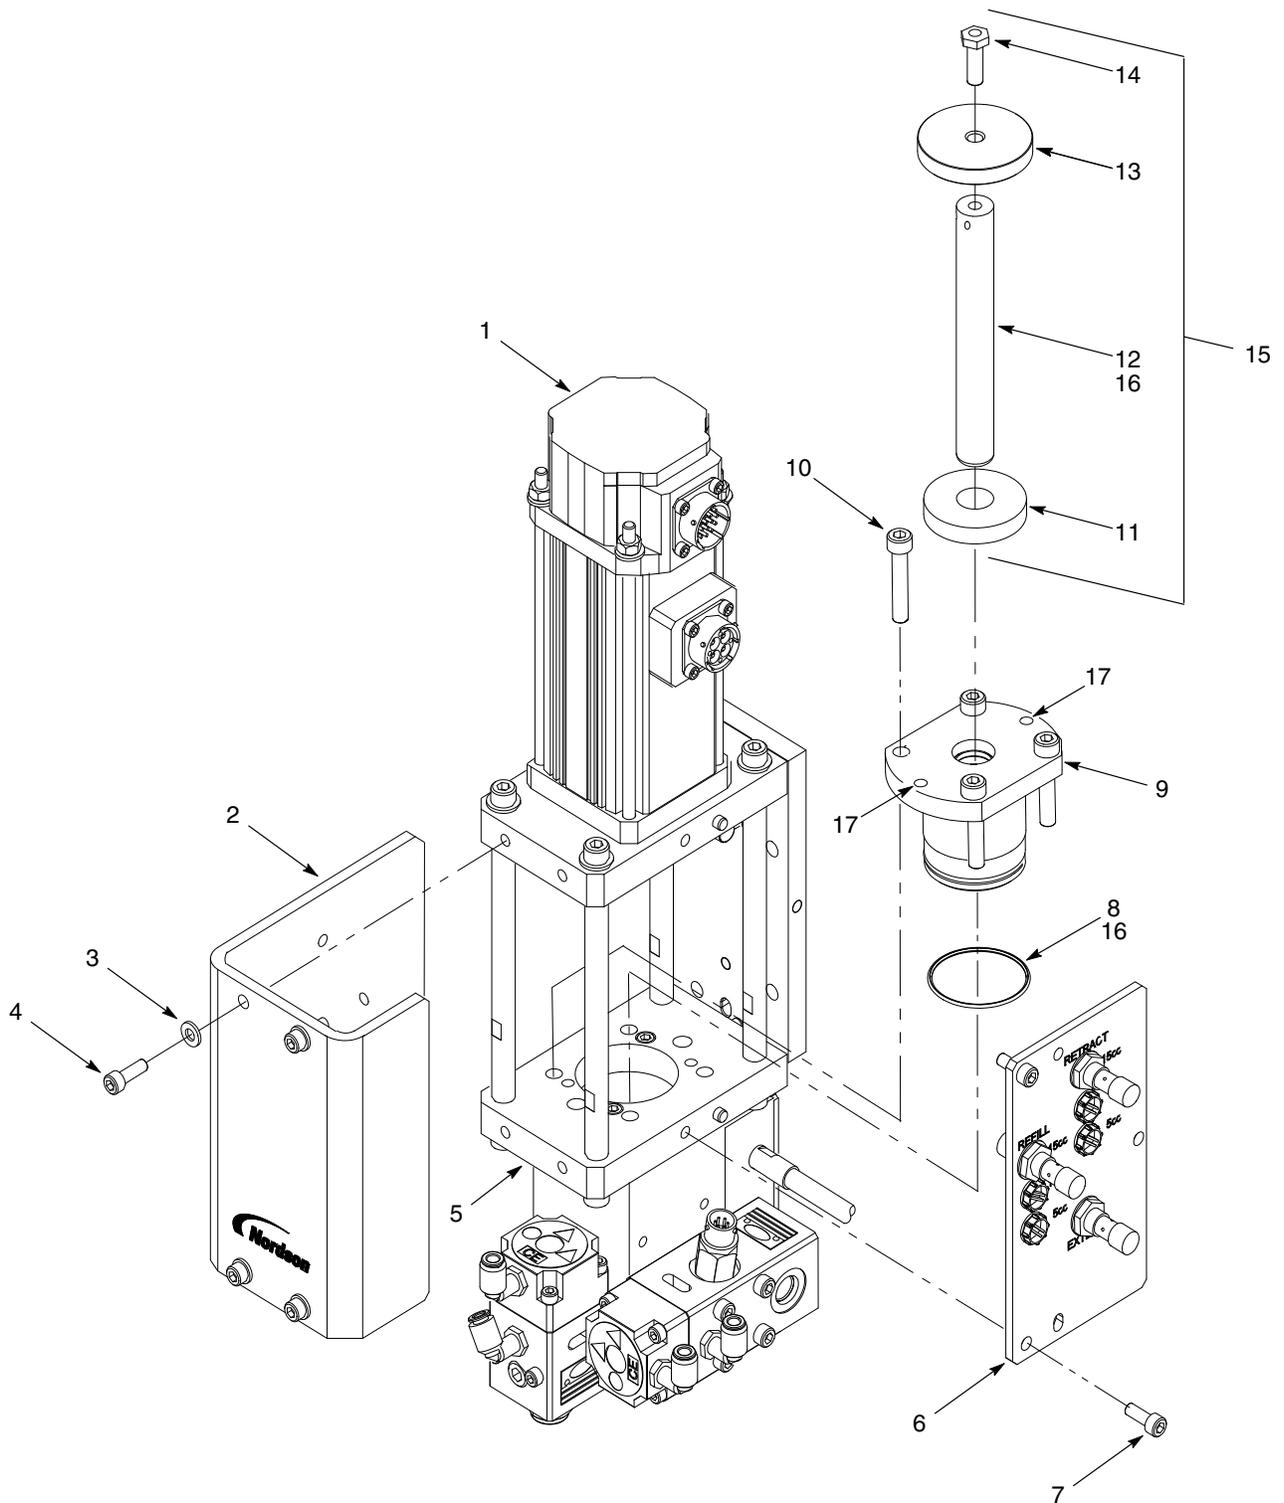

Abb. 13 Reparaturen an Baugruppen Tauchkolben und Dichtpackung
2. Siehe Abb. 13. Die Schrauben (4) und Unterlegscheiben (3) abnehmen, mit denen die Abdeckung (2) am Linearaktor (1) und Gehäuseflansch (5) befestigt ist.
3. Die Schrauben (7) entfernen, mit denen die Näherungsplatte (6) an Linearaktor (1) und Gehäuseflansch (5) befestigt ist.
4. Die Schrauben (10) abnehmen, mit denen die Packungsbaugruppe (9) am Gehäuseflansch (5) befestigt ist. Folgende Schritte durchführen, wenn die Packungsbaugruppe nicht vom Gehäuseflansch abgenommen werden kann:
- a. Zwei Schrauben (10) in die Gewindebohrungen (17) der Packungsbaugruppe stecken.
5. Den O-Ring (8) von der Packungsbaugruppe (9) abnehmen. Den O-Ring entsorgen.
6. Die Tauchkolbenbaugruppe (15) mit einer Dornpresse von der Packungsbaugruppe (9) abnehmen.
7. Die Tauchkolbenbaugruppe (15) zerlegen:
- a. Den Tauchkolbenstoßdämpfer (11) vom Tauchkolben (12) abnehmen.
- b. Haken des Hakenschlüssels in die Bohrung am Tauchkolben (12) stecken. Die Schraube (14) abnehmen, die die Näherungsscheibe (13) am Tauchkolben (12) hält.
1. Siehe Abb. 13. Den O-Ring(8) der Packungsbaugruppe und die Innenseite der Packungsbaugruppe (9) mit TFE-Fett (16) bestreichen.
2. Die Tauchkolbenbaugruppe (15) zusammensetzen.
- a. Die Näherungsscheibe (13) am Tauchkolben (12) installieren.
- b. Die Schraube (14) in den Tauchkolben drehen. Den Hakenschlüssel in die Bohrung im Tauchkolben stecken und die Schraube mit 13,5 N•m (10 ft-lb) anziehen.
- c. Den Tauchkolbenstoßdämpfer (11) im Tauchkolben installieren. Sicherstellen, dass der Tauchkolbenstoßdämpfer Kontakt mit der Näherungsscheibe hat.
- d. TFE-Fett (16) auf die Stange des Tauchkolbens auftragen.
3. Die Tauchkolbenbaugruppe (15) mit einer Dornpresse in der Packungsbaugruppe (9) drücken.
4. Die Packungsbaugruppe (9) mit den Schrauben (10) am Gehäuseflansch (5) installieren. Die Schrauben kreuzweise anziehen. Anzugsmoment:
5. Die Näherungsplatte (6) mit den Schrauben (7) am Linearaktor (1) und Gehäuseflansch (5) installieren. Die Schrauben festziehen. Anzugsmoment: 13,5 N•m (10 ft-lb).